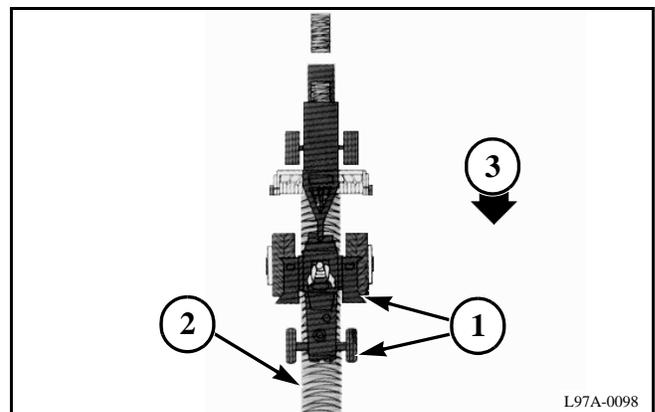

FIG. 14
FIG. 14: Asegúrese de que las ruedas (1) del tractor estén ajustadas para evitar que el tractor pase sobre la hilera (2) cuando está enfardando. Para facilitar la recolección del producto cosechado, utilice la enfardadora en el mismo sentido en el que utilizó la segadora (3).